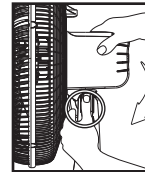

Figura 18
•Para direcionar o fluxo de ar, deve-se pressionar o botão para ajuste de inclinação conforme o indicado na figura 18, e posicionar o motor na inclinação desejada como mostrado na figura 19.